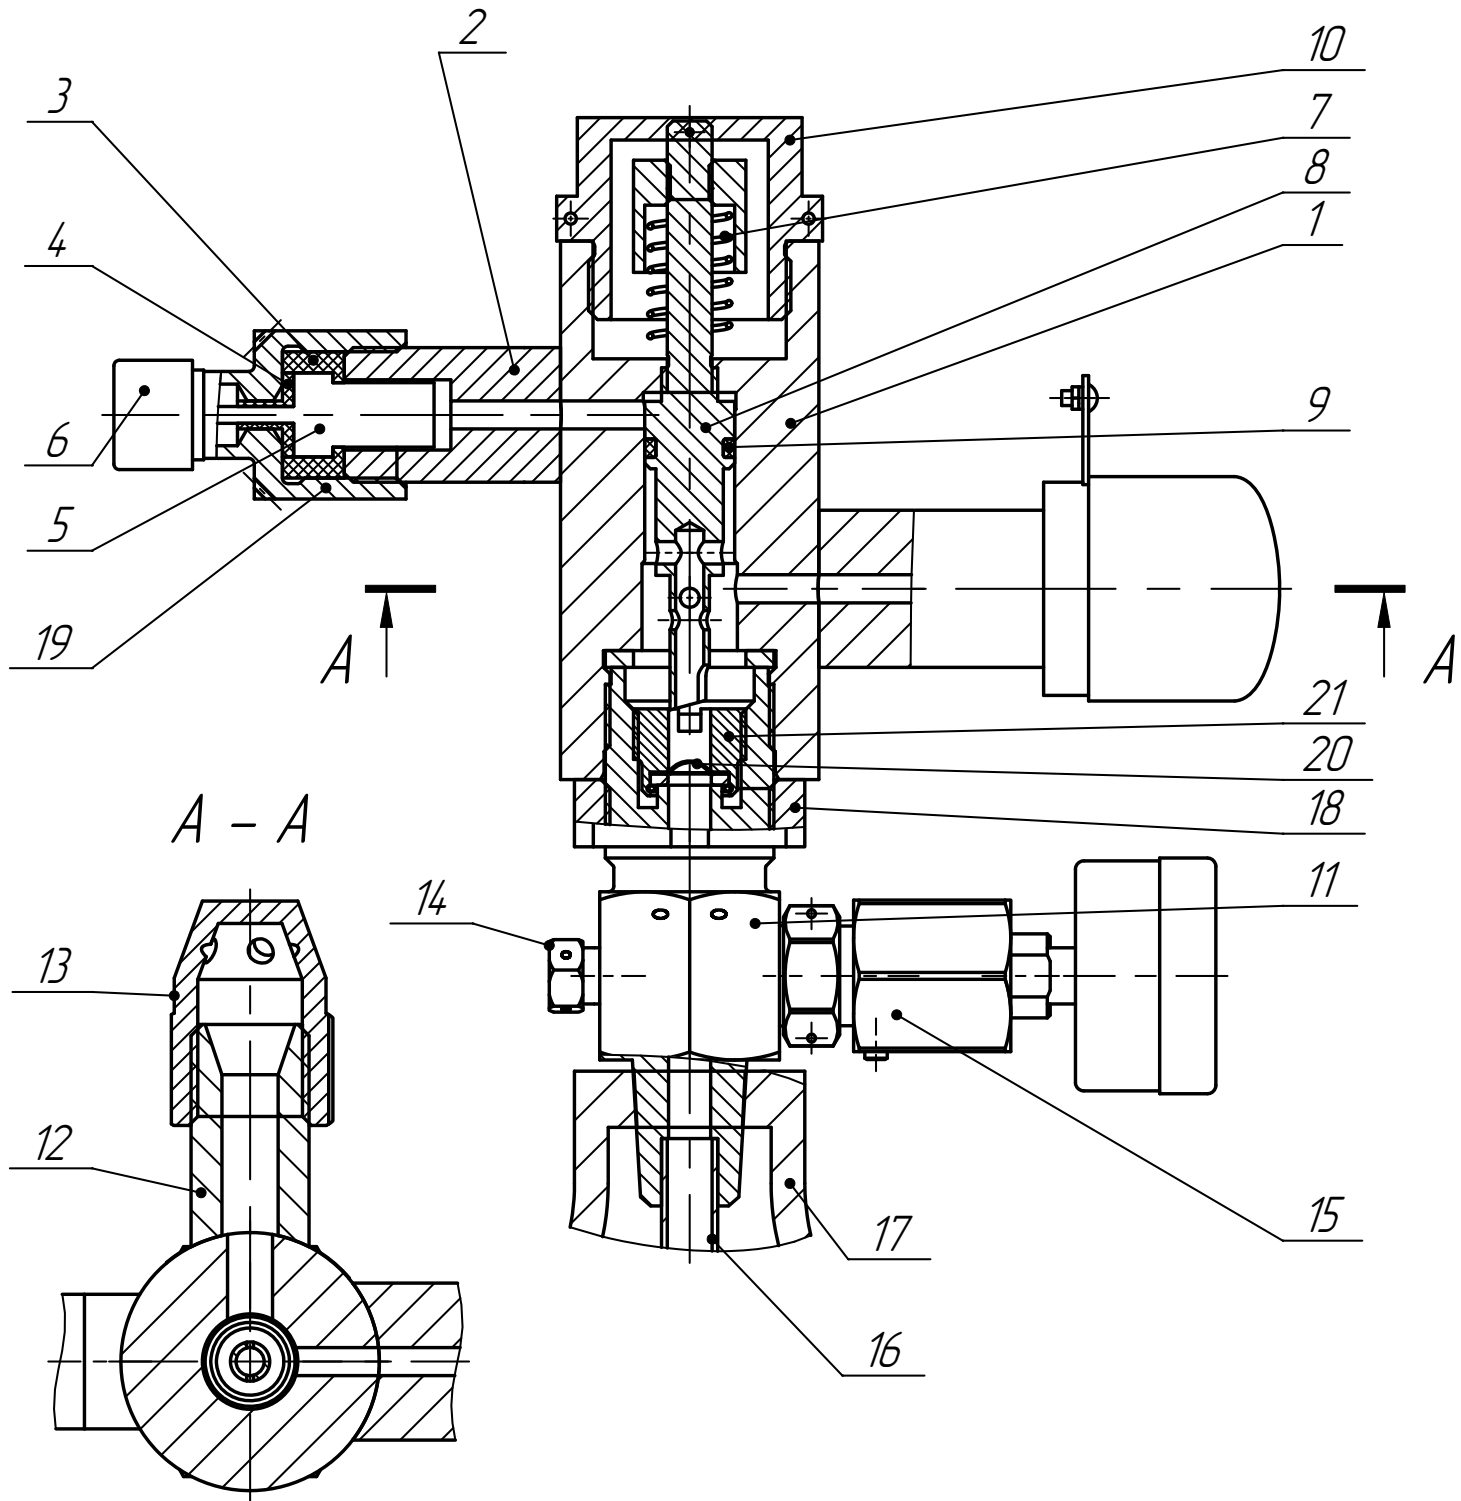

Рис. 2 Конструкция ЗПУ
5.2.2. Конструкция УЗП представлена на рис.2 и состоит из корпуса 1 в котором установлен и подпружинен пружиной 7 шток 8.
При подаче пускового импульса на элемент газогенерирующий пусковой (ЭПП), происходит его срабатывание, в следствии чего происходит перемещение штока поз.8 рис.2, который разрушает мембрану поз.20 и ГОТВ через сифонную трубку поз. 16 и далее через сифон поз.11 поступает выходной штуцер поз.12 и через насадок поз.13 выходит в защищаемое помещение.